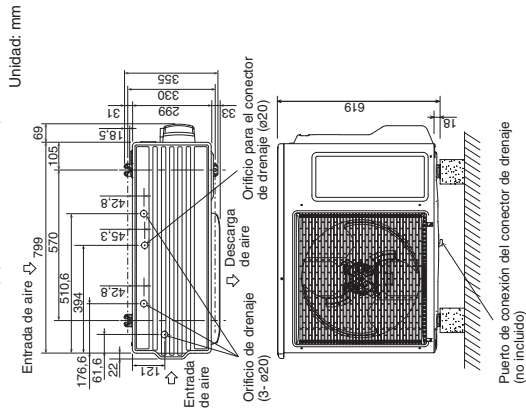

Fig. 3-1
- Consulte la Fig. 3-1 para las dimensiones de los pernos de anclaje.
- Asegúrese de anclar la base con pernos de anclaje (MB). Además, utilice arandelas de anclaje en el lado superior.
- Consulte la Fig. 3-1.